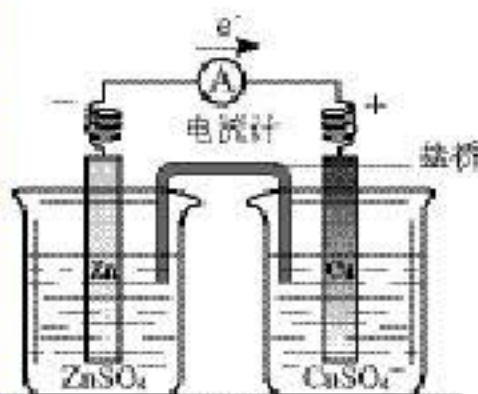

图 4-1 锌铜原电池装置
装置如图 4-1 所示，用一个充满电解质溶液的盐桥①，将盛有锌片的 ZnSO_4 溶液和盛有铜片的 CuSO_4 溶液连接起来，然后将锌片和铜片用导线连接，并在中间串联一个电流计，观察有什么现象发生。取出盐桥，又有什么现象发生？